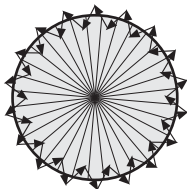

FIG.18
- 4.Camine desde fuera a lo largo del patrón de detección hasta que el LED rojo o el LED verde se enciendan durante aprox. 2 segundos y luego se apaguen. El siguiente disparador debería ser en un intervalo de 2 segundos (Ver FIG.18).
5. Camine desde fuera a lo largo del patrón de detección hasta que la carga se encienda durante aproximadamente 2 segundos y luego se apague. El siguiente disparador debería ser en un intervalo de 2 segundos (Ver FIG.18).